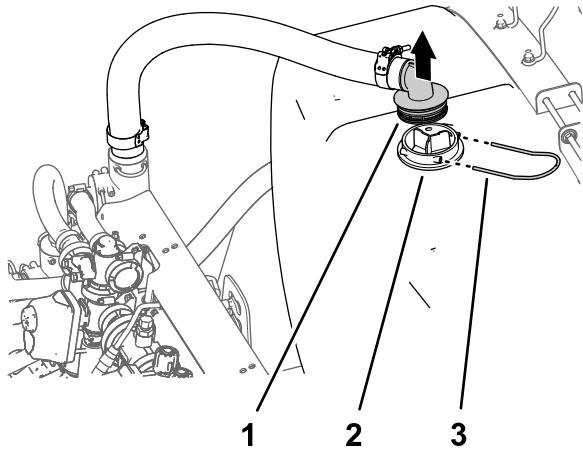

Figura 12
- Retire la horquilla de retención que sujeta el acoplamiento dentado de 90° de la manguera de alimentación al alojamiento del filtro de aspiración (Figura 12).